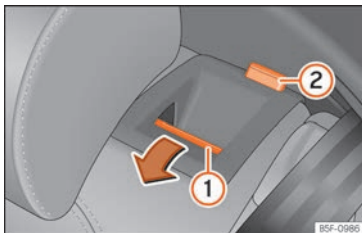

Fig. 122 Sedile posteriore: ribaltare lo schienale.
- Premere il tasto di sblocco »» **fig. 122** ① in avanti e, contemporaneamente, ribaltare lo schienale. Lo schienale posteriore è sbloccato quando si vede la tacca rossa sul tasto ②.